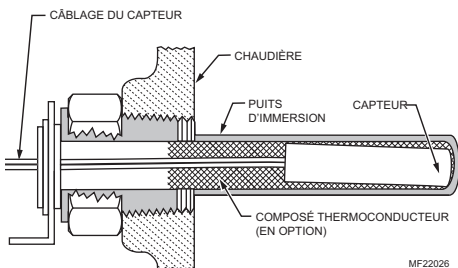

Fig. 5. Installation du capteur de recharge.
3. Mettre le capteur à l'intérieur du puits comme l'indique la Fig. 5. (Si désiré, distribuer le composé thermoconducteur dans le tube avant de l'insérer dans le capteur, comme le décrit la section « Nouvelle installation ».)
4. S'assurer que le capteur repose complètement au fond du puits (Fig. 5). Utiliser un petit crayon pour mesurer la profondeur du capteur du puits, au besoin.
2. Aligner prudemment le capteur de remplacement avec l'orifice de la carte de circuit imprimé et le guider dans le boîtier Aquastat et le puits. Se reporter à la Fig. 5.
3. S'assurer que le capteur repose complètement au fond du puits (consulter la Fig. 5). Utiliser un petit crayon pour mesurer la profondeur du capteur du puits, au besoin.